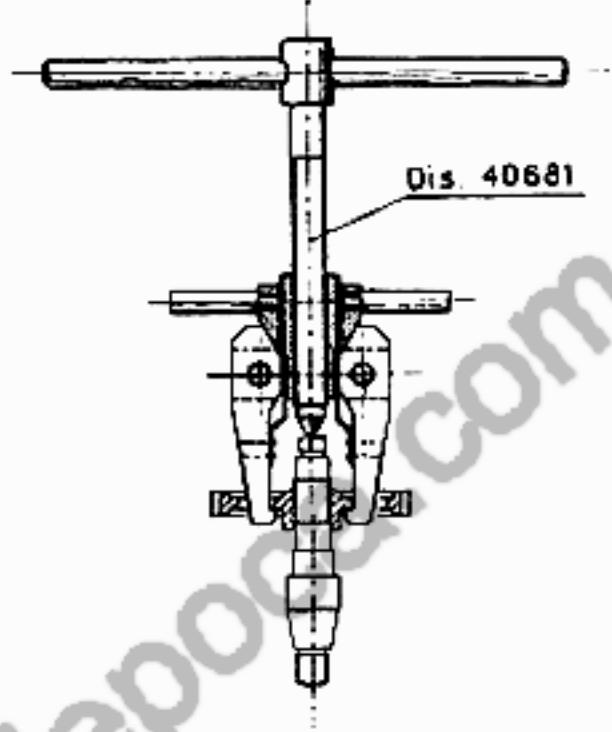

Fig. 38 - Estrazione della corona cilindrica.
- svitare i quattro dadi che fissano la flangia di bloccaggio della guarnizione di tenuta del grasso e del cuscinetto del perno ruote posteriore; svitare poi il dado interno del perno ruota posteriore; togliere la rondella di sicurezza e, usando l'attrezzo Dis. 40681, estrarre dal perno (fig. 38) la corona cilindrica; indistrarre il distanziale e togliere la chiavetta dal perno, operare poi dall'altro lato del coperchio e, forzando con un punzone, smontare il perno, il cuscinetto e la relativa guarnizione;